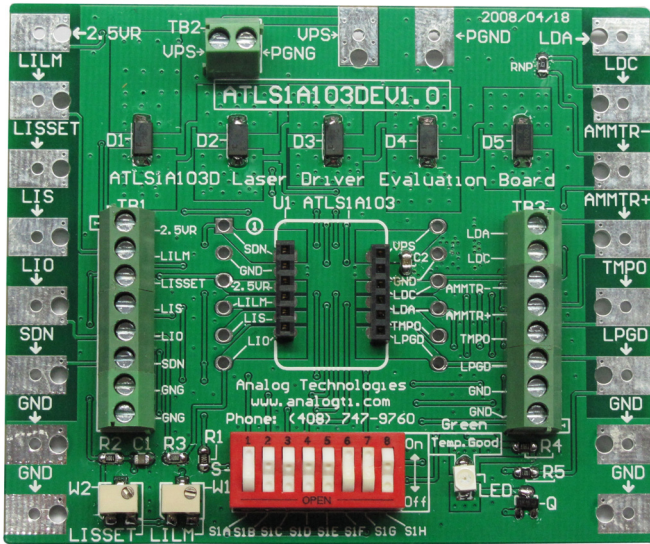

图 1、ATLS1A103DEV1.0 的实物照片
ATLS1A103DEV1.0 评估板由一个驱动激光二极管的完整应用电路组成。它可以设置输出电流，输出电流限制，有一个指示控制器的工作状态的 LED，有许多焊盘和端子用于连接外部元件和仪器。图 1 所示为 ATLS1A103DEV1.0 的实物照片。
- 1、连接电源。边缘上部中央区域有 2 个焊盘用于连接电源电压。可以通过夹子或焊接在焊盘上来连接，或者使用螺丝通过端子块 TB2 固定 2 根电线，参见图 1。通常供电电源设置为 5V。如果确认输出最大电压总是处于较低的值，例如 2.5V，则可以使用比最大输出电压高大约 1V 的电源，即 3.5V。当使用较低电压的电源时，控制器的功耗会变小，因此控制器将在较低的温升下工作。